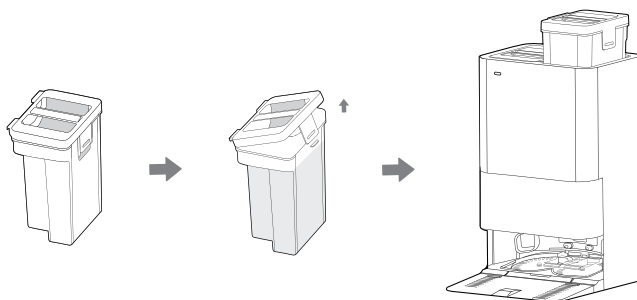

Fig. 5
10. Før du starter den første rengøring, skal du fjerne rentvandsbeholderen i højre side, åbne låget og tilsætte rent vand med Hoover-rengøringsmiddel (35602971-DETHHOOV) [Fig. 5]